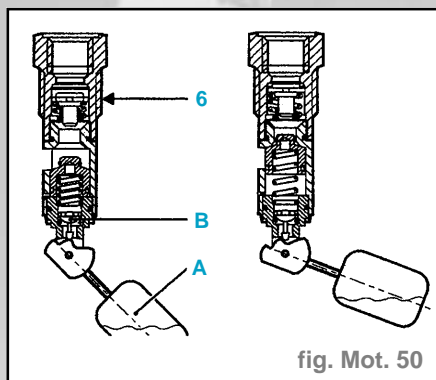

fig. Mot. 50
- C'est par cette vanne que le **GPL** entre dans le réservoir. Elle est munie à son extrémité d'un flotteur (A) qui est relié à un clapet (B) (fig. Mot. 50)